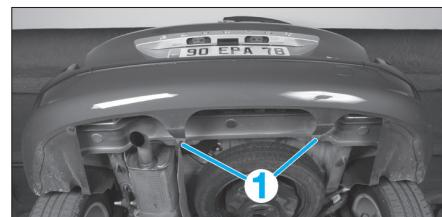

Fig. 187
- les vis de fixation (1) (Fig.187).